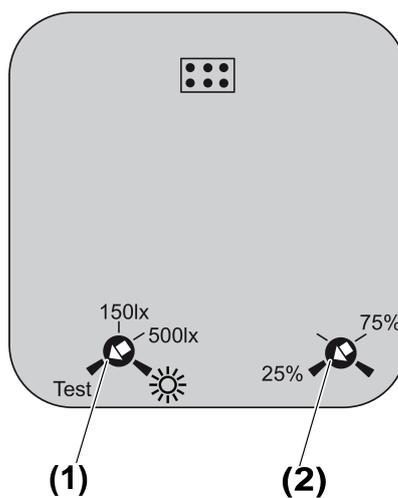
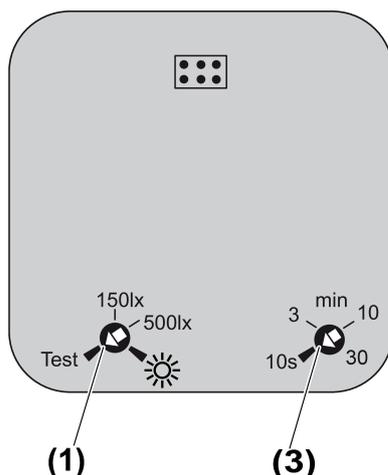

рисунок 13: Регулятор настройки сигнализатора движения, № для заказа 5373 .., 5375 ..
рисунок 14: Регулятор настройки сигнализатора движения, № для заказа 5379 ..
- Поверните регулятор (1) (см. рисунок 13), (см. рисунок 14).
- Поверните регулятор (2) (см. рисунок 13).
- Поверните регулятор (3) (см. рисунок 14).
- Выполните тестовые настройки. Для этого поверните регулятор настройки (1) на **Test** (см. рисунок 13), (см. рисунок 14).